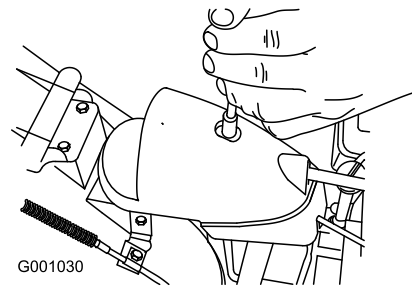

Figure 59
- Retirez la fixation du couvercle du secteur denté (Figure 59), soulevez l'avant du couvercle et faites-le coulisser en arrière de façon à l'écarter.